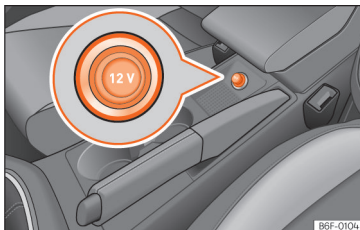

Fig. 128 Tomada de corrente de 12 Volts do veículo.
- Retire a tampa da tomada de corrente situada na consola central >>> **Fig. 128.**